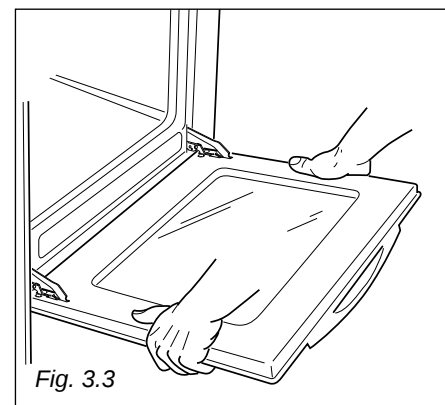
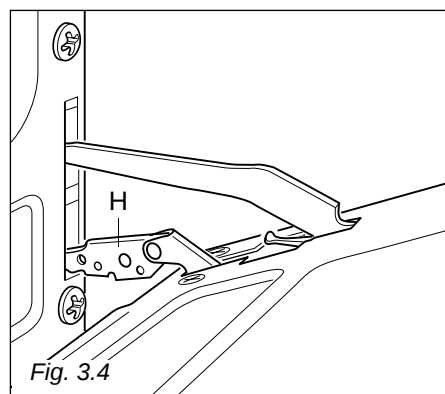

Fig. 3.3
Fig. 3.4
- Coja la puerta (como se indica en la fig. 3.3) y mientras la cierra suelte las dos bisagras como se indica en la fig. 3.4.
- Coja la puerta con ambas manos cerca de las bisagras y levante las palancas "H" con los índices (fig. 3.4).